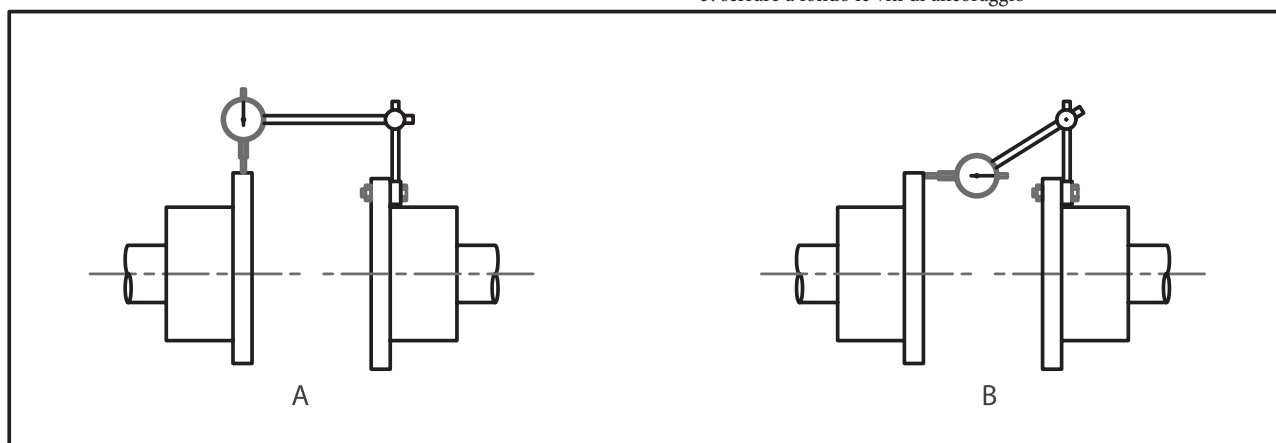

Fig. 12.11
1. individuare la macchina (compressore o moltiplicatore di giri) la cui altezza e posizione rispetto al basamento devono essere considerate fisse ma è senz'altro preferibile impiegare un comparatore montato come in Fig. 12.11 B. Il rapporto tra la lettura T.I.R. (Total Indicator Reading) fornita dal comparatore per una rotazione di 180° ed il diametro del cerchio descritto dalla rotazione dell'asse del tastatore rappresenta la tangente dell'angolo di disallineamento.